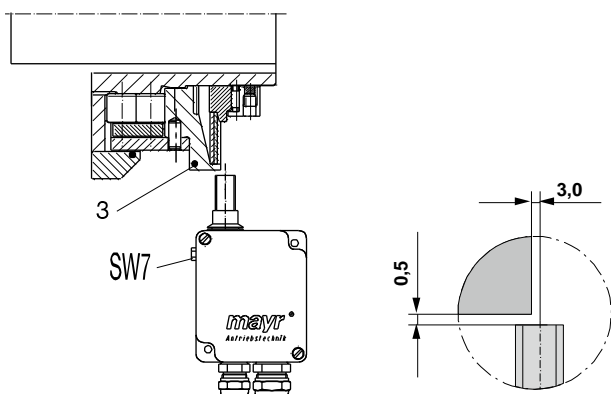
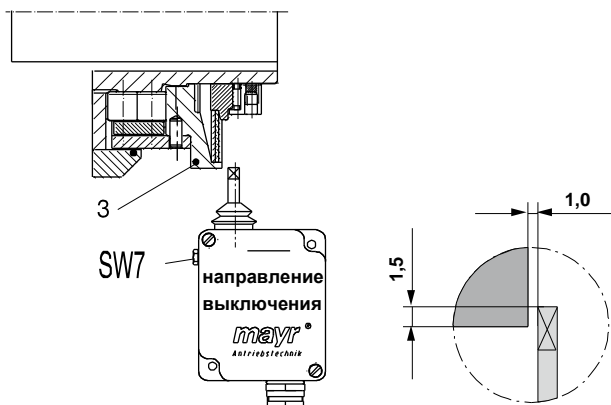

Рис. 4: бесконтактный концевой выключатель
Рис. 5: механический концевой выключатель
Стрелка направления выключения на крышке корпуса механического концевого выключателя показывает в направлении регулировочной гайки (7), соответственно в направлении хода переключающего элемента (3), Рис. 4. Установите расстояние переключения - просвет для бесконтактных и механических конечных выключателей соответственно Рис. 4 и Рис. 5. Расстояние переключающего элемента (3) от точки переключения можно тонко отрегулировать винтом с шестигранной головкой с размером под ключ SW 7 (Рис. 4 и 5).